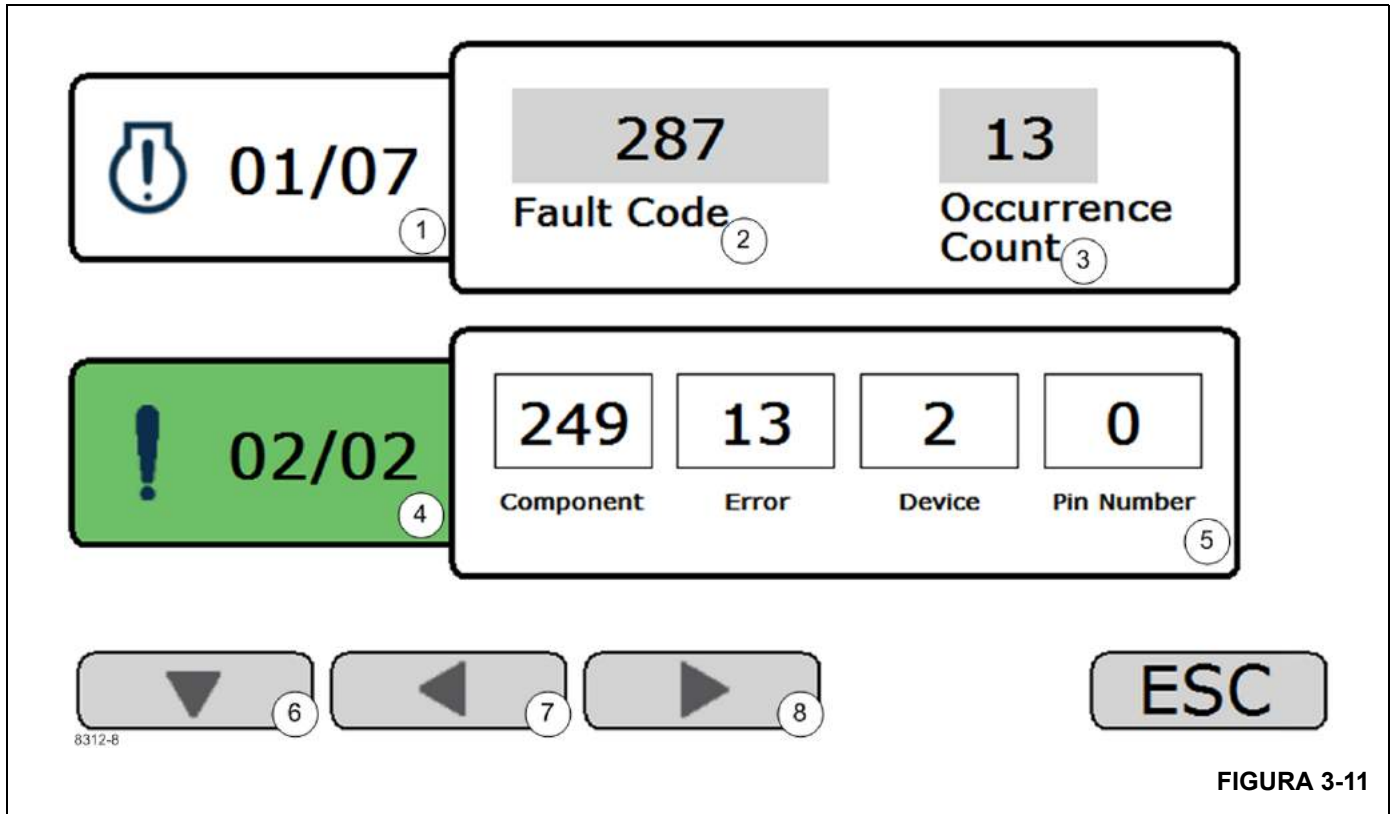

FIGURA 3-11
Tela de falhas (Figura 3-11)
Falha de motor ativa (1) (Figura 3-11)